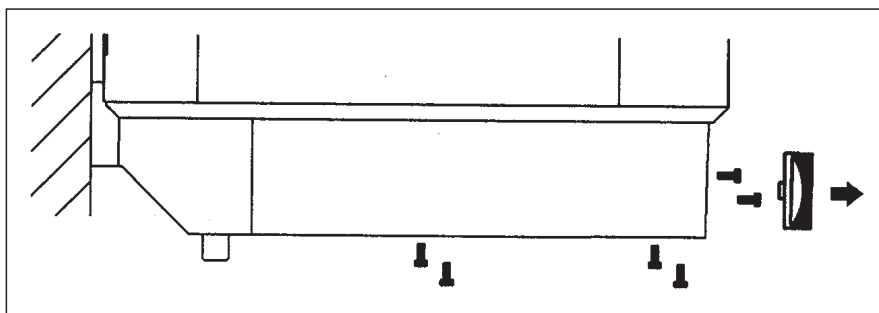

Fig. 7
- Desmontar el botón selector de temperatura tirando del mismo (ver la fig. 7). Desatornillar los tornillos y desprender la tapa inferior.